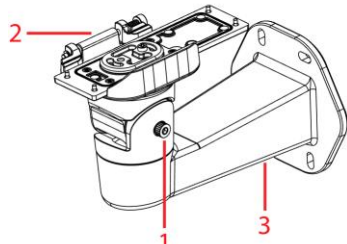

Figure 8
- B. Dévissez la vis à tête cylindrique à six pans creux (1) (Figure 8) pour déposer la plaque (2) (Figure 8) du bras de montage (3) (Figure 8).